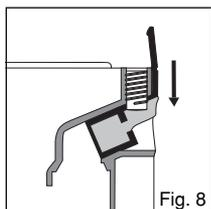

Fig. 8
2. Vissez la vis dans le sens inverse des aiguilles d'une montre jusqu'à ce que la vis soit de niveau avec la partie supérieure du corps de la buse. Maintenez la languette d'identification et appuyez en même temps sur la buse (Fig. 8).